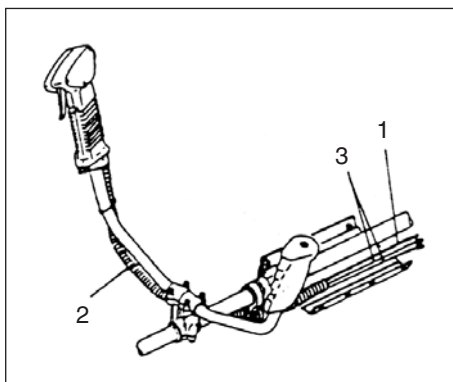

Fig. 1-3
Tag loss överfallet (1). (Fig. 1-3)
Stick stopplinan (3) och startlinan (1) igenom skyddsslangen (2). Knäpp sedan upp manschetten och knäpp den runt stopp- och startlinorna (1) (se bild 1-3).